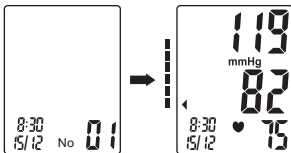

Рисунок 22
**Примечание:** на дисплей сначала будет выведен результат последнего измерения, хранящийся в памяти (Рисунок 22).